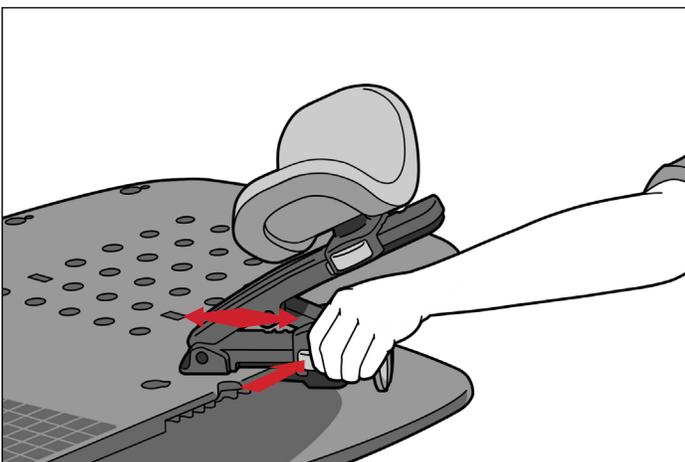

ABB. 13
3. Um die Höhe einzustellen, drücken Sie die Taste auf dem Höhenschieber, schieben Sie sie entlang des Arms und lassen Sie die Taste in der gewünschten Position los (Abb. 13).